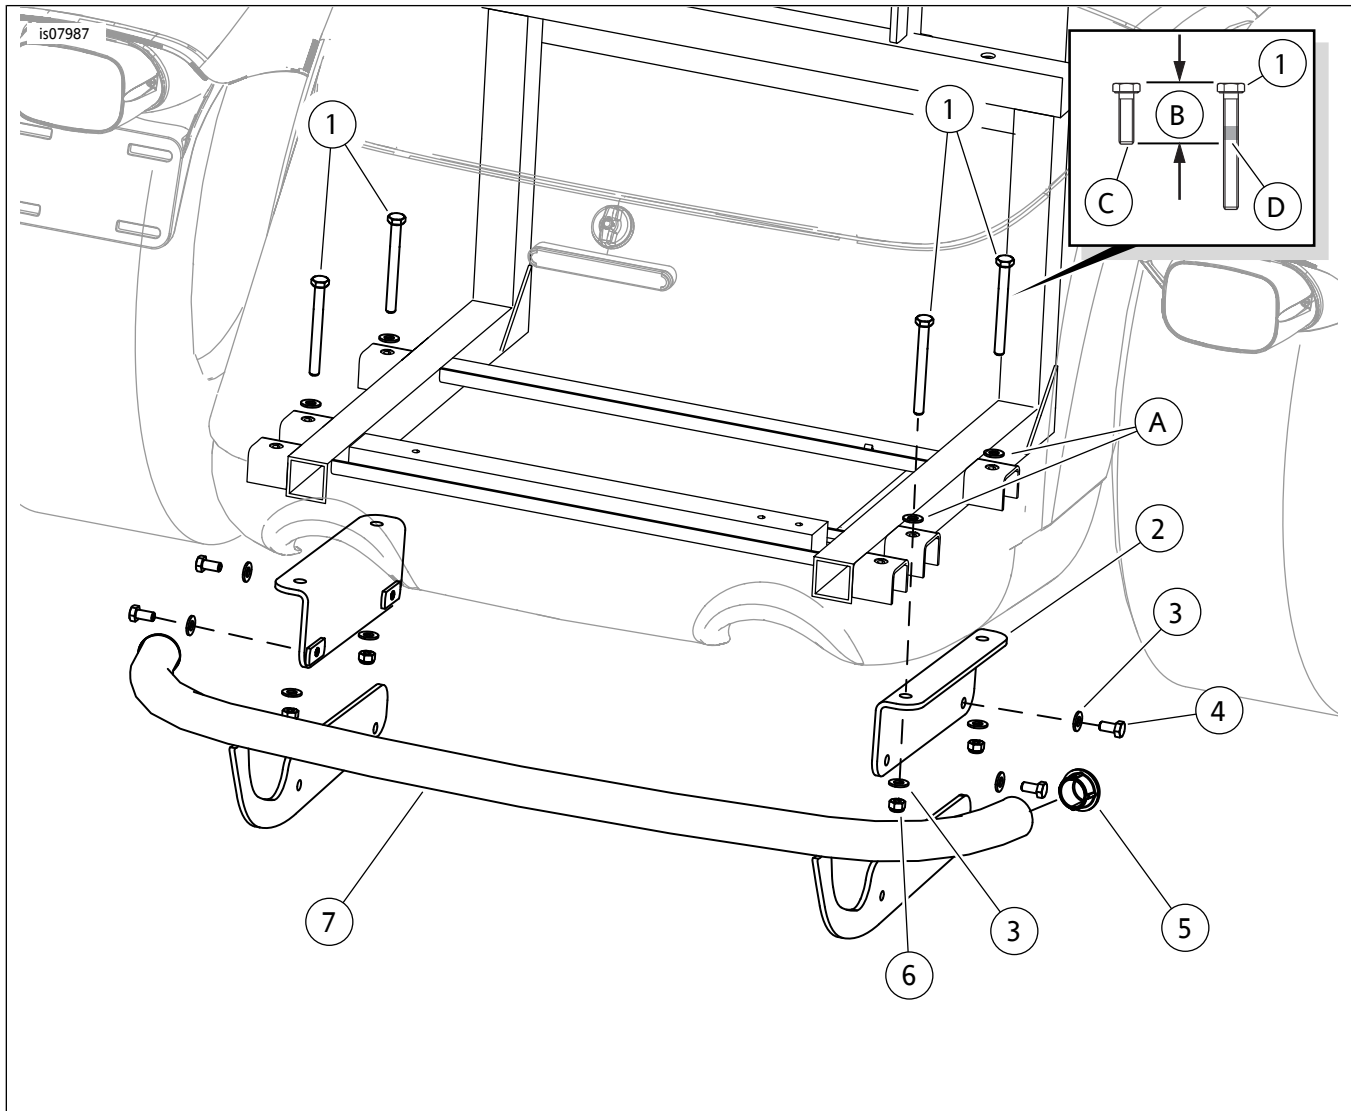

图1。维修零件：Trike镀铬后防护装置套件
参见图1和表1。
2. 参见图1。找到行李箱内底板上将箱体固定至后车架的四个螺丝与垫圈(A)。拆下其中一个螺丝，保持垫圈原位不动。保留螺丝至下一步骤，之后丢弃。
3. 参见图1中的插图。在长螺丝(1)上涂敷LOCTITE 243(蓝色)。
定位安装架方向，如图1所示。